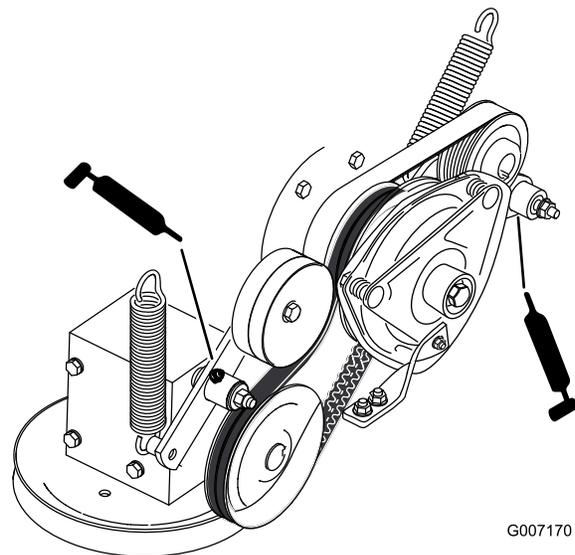

Figura 34
8. Engrase el brazo tensor de la correa de transmisión de la TDF (Figura 34).
9. Engrase el brazo tensor de la correa de la bomba (Figura 34).